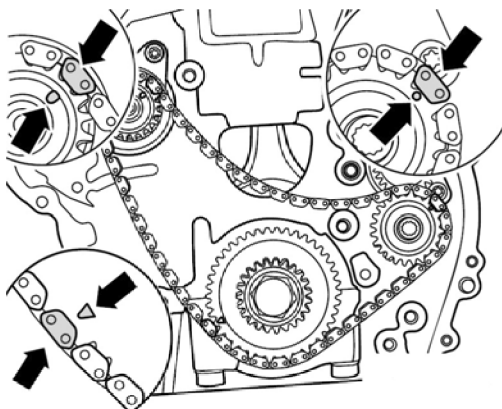

图 9-4 对齐正时链与链轮上的标记
6) 安装平衡轴正时链, 使平衡轴正时链上的有色链节分别对准曲轴链轮上的标记和进/排气凸轮轴平衡轴链轮上的标记, 如图 9-4 箭头所示。
10) 再次检查平衡轴正时链的标记是否如图 9-4 所示对齐。